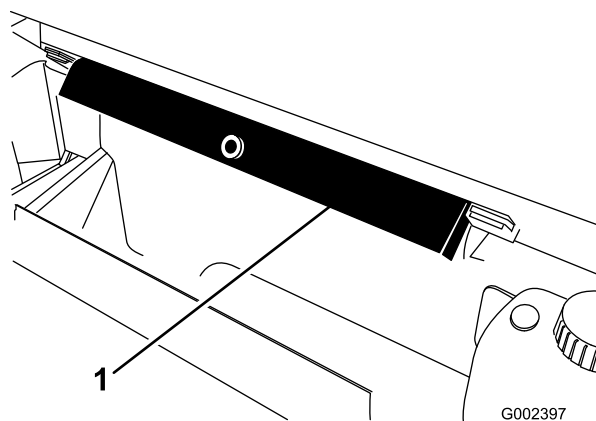

Figura 37
2. Togliete il supporto del pianale dalle staffe d'immagazzinamento sul retro del pannello di protezione roll-bar (Figura 37).